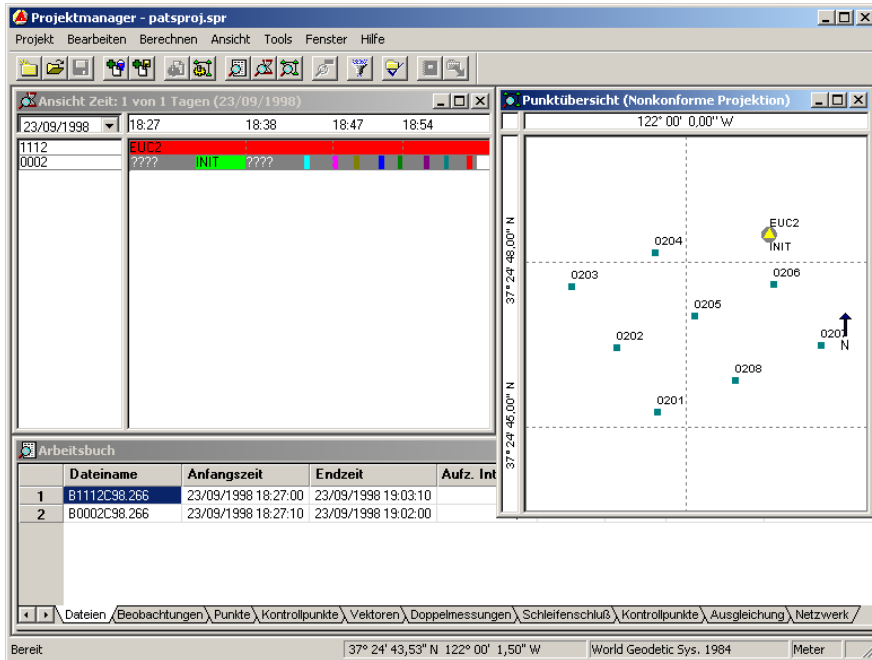

Abbildung 3.10. Typisches Projekt
- Das Projekt wird geöffnet mit den Fenstern **Ansicht Zeit**, **Ansicht Karte** und **Arbeitsbuch**. Ashtech Solutions zeigt den Projektnamen in der Titelleiste an (Abbildung 3.10).